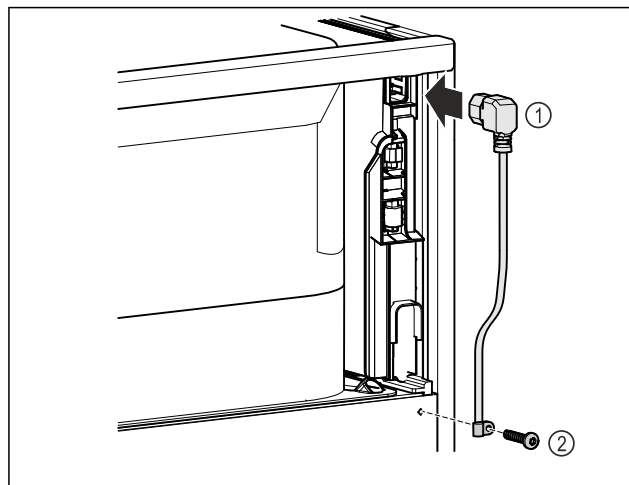

Fig. 11
► Dugja be a hálózati csatlakozóvezeték csatlakozóaljzatát Fig. 11 (1) a készülék hátoldalába.
► Szerelje fel a tehermentesítőt. Fig. 11 (2)